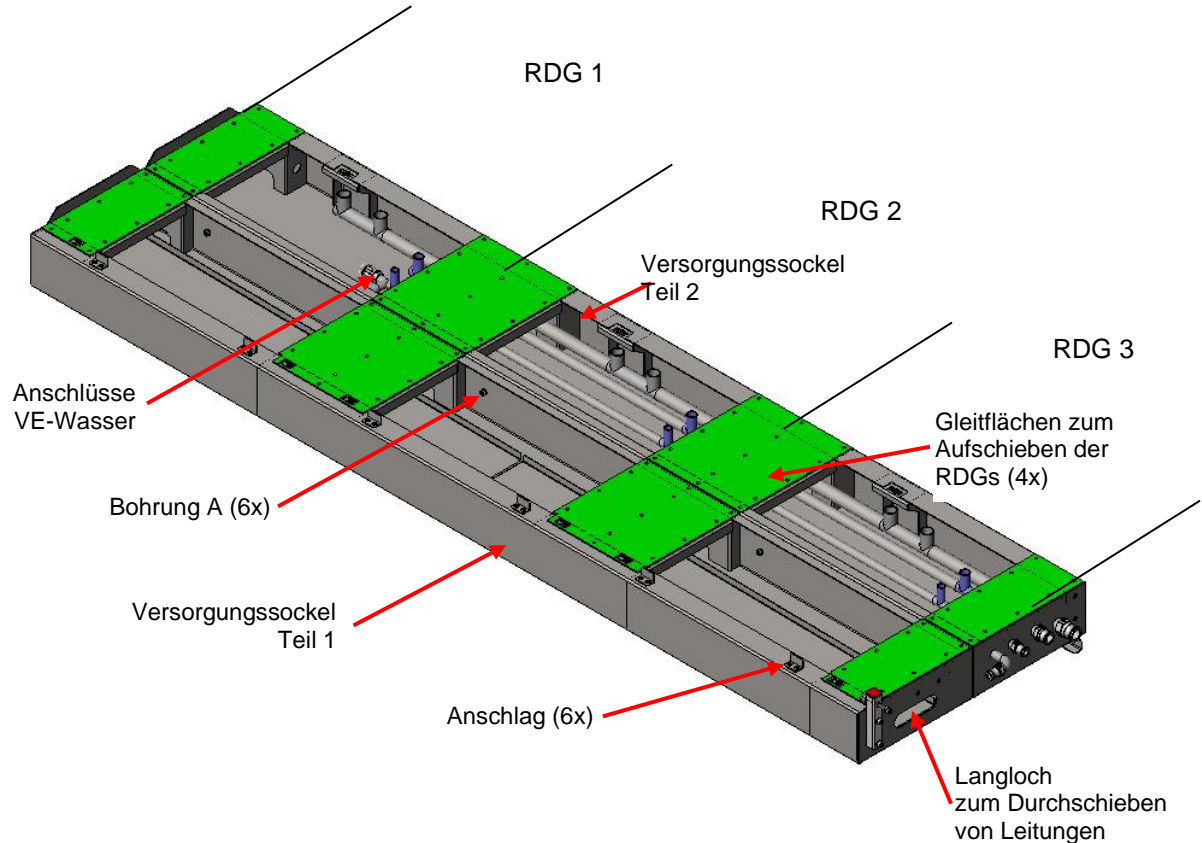

Abb. 26: Versorgungssockel
- ◆ Prüfen Sie, ob die 6 Anschläge (siehe Abb. 26:.) am Versorgungssockel montiert sind. (Die Anschläge werden zum Abbau der RDG Miele abgenommen.) Fehlende Anschläge montieren Sie jetzt.